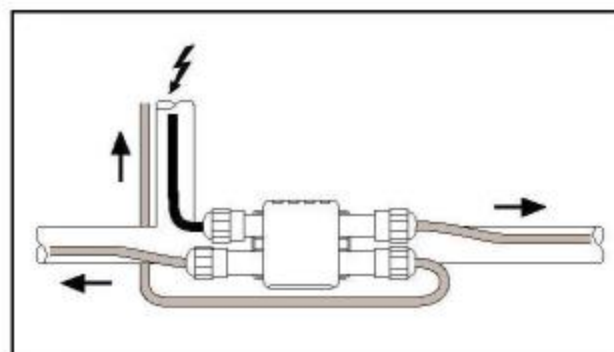

Figure 3 - Raycllic-PT-02 : Alimentation pour 3 rubans
- Raycllic-PT-02 : Alimentation pour 3 rubans (*figure 3*),